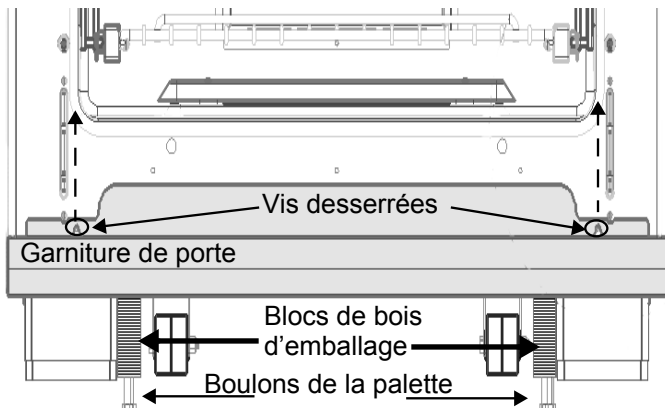

Figure 5: Door Trim, packing Blocks, & Pallet Bolts
- Toutes les cuisinières sont fixées à une palette à travers un bloc de bois central à l'aide de quatre (4) boulons (Figure 5). Les deux boulons frontaux de la palette ne sont accessibles que lorsque la garniture de porte, située sous la porte, a été enlevée.